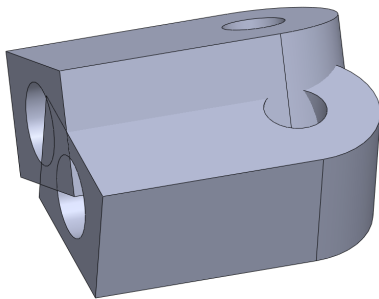

图 6-40 移动/复制实体特征
(6) 单击【确定】按钮, 即可移动/复制实体特征，效果如图 6-40 所示。